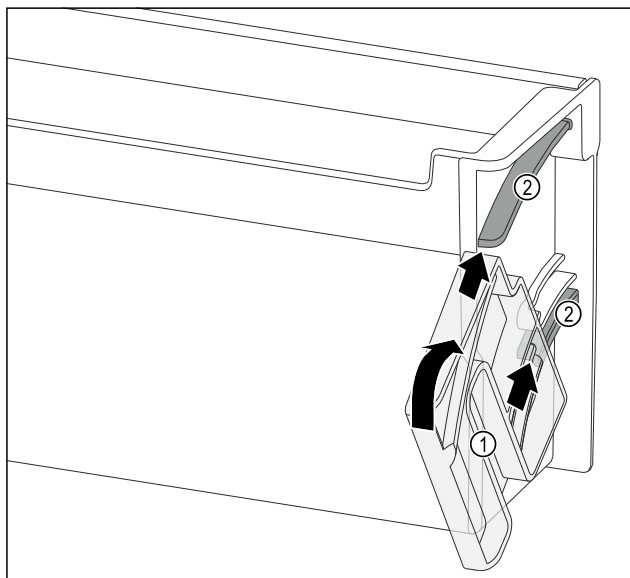

Fig. 137
- Okretnu jedinicu Fig. 137 (1) pozicionirajte tako da su otvori točno nasuprot vodećih kanala Fig. 137 (2) police u vratima.
- Okrenite okretnu jedinicu Fig. 137 (1) u navedenom smjeru.